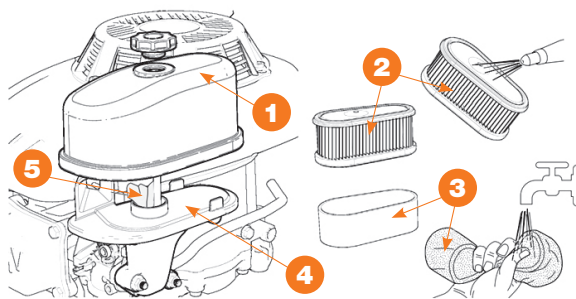

Рис. 24
- Очистить поверхность вокруг крышки (Рис. 24) 1 фильтра.
Не использовать воду, бензин, моющие средства или другие материалы для очистки картриджа. Фильтр предварительной очистки (Рис. 24) **3** из губки НЕЛЬЗЯ смазывать маслом.